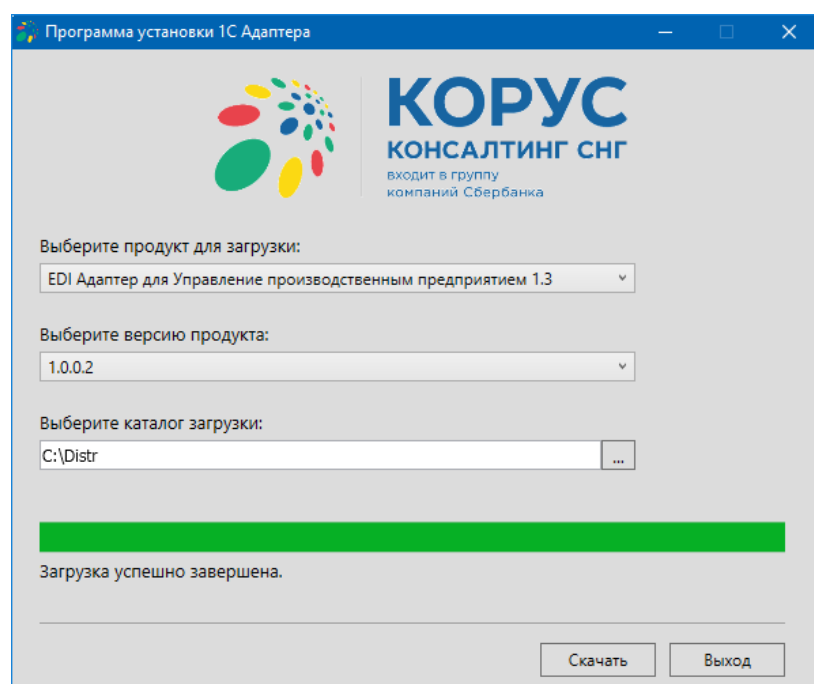

Рисунок 5 – Завершение загрузки
5. После завершения скачивания система покажет соответствующее сообщение (рис. 5).